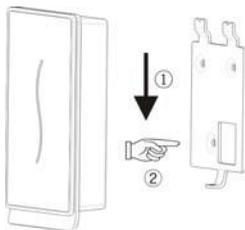

Figura 1
- 2) Encaixe o dispositivo à placa de fixação posterior de montagem na parede (de cima para baixo) para colocá-la alinhada à placa, conforme mostra a Figura 1.